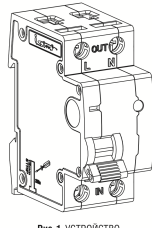

Рис. 1. УСТРОЙСТВО
- 3.1. УСТРОЙСТВО (Рис.1) является неразборным, содержит корпус с винтовыми зажимами входа и выхода линий фазы и нейтрали, внутри корпуса – плату управления и срабатывающий по ее команде механизм свободного расцепления входного и выходного контактов фазной линии. Входной и выходной контакты нейтрали соединены.